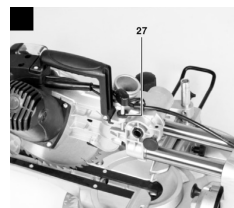

рис.4
1. Глубину пропила можно регулировать с помощью ограничителя глубины пропила (рис.4 поз.27).